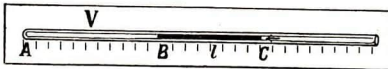

Abb. 145
3. Der Schüler benutze die Meldesche Kapillare (Abb. 145). Dies ist ein 1 m langes, einseitig geschlossenes Rohr, in dem eine Luftmenge  $V$  durch einen Quecksilberfaden von bestimmter Länge  $l$  abgeschlossen ist.